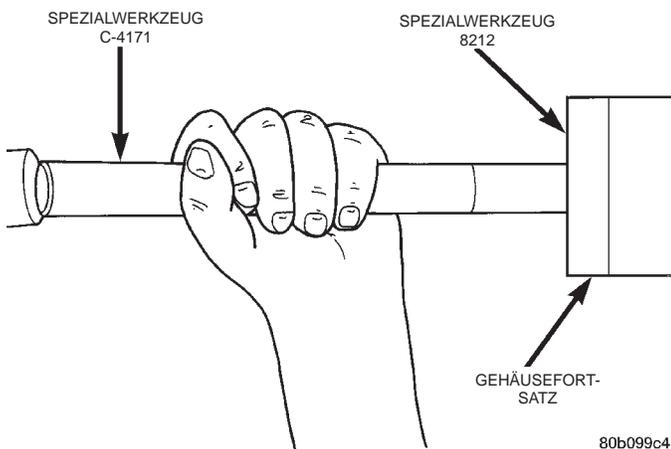

Abb. 14 Dichtring des Gehäusefortsatzes einbauen
(1) Die Bohrung des Gehäusefortsatzes von eventuell vorhandenen Resten des ausgebauten Dichtungsringes reinigen.
(2) Mit Hilfe des Griffstücks C-4171 und des Einbauwerkzeugs 8212 einen neuen Dichtring in den Gehäusefortsatz so einbauen, daß der Abstand des Dichtrings zur Oberfläche der Bohrung im Gehäusefortsatz $0 \pm 0,5$ mm ($0 \pm 0,02$ Zoll) beträgt (Abb. 14).